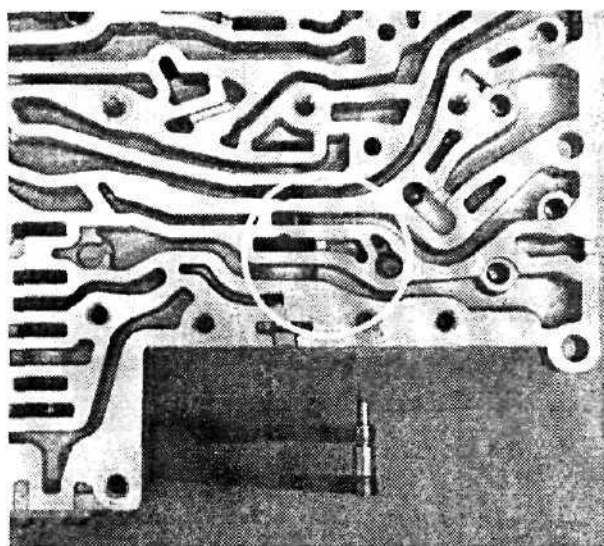

Рис. 85.
**140 277 34 01.** Это вторая модификация клапанной коробки, выпуск которой начался в марте 1996 г. В этом варианте подвод масла к клапану переключения осуществляется с помощью только одного отверстия прямоугольной формы и выпускное отверстие имеет неправильную форму (рис. 84). Здесь уже появился клапан с пластмассовым плунжером (рис. 85), который был предназначен для устранения резких толчков, ощущаемых ранее во время понижающих